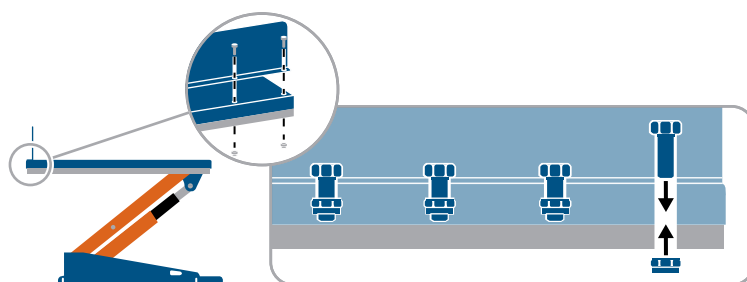

Figura 22 Installare il limitatore di carico con almeno quattro viti.
- 15.** Montare il limitatore di carico della piattaforma con almeno quattro viti. Installare con dadi sul lato inferiore della piattaforma. Vedere la figura 22.